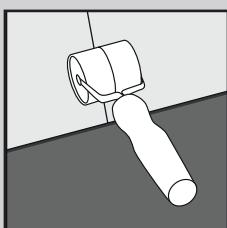

Fig. 4
5. Continúe instalando tablones/baldosas a lo largo de la sala hasta completar la fila ayudándose de un rodillo de mano (Fig. 4). Solo si fuera necesario, utilice una maza de goma y un recorte del producto para golpear con suavidad y que encaje. Puede utilizar una palanca para encajar el producto en los bordes del perímetro de la sala (Fig. 5).